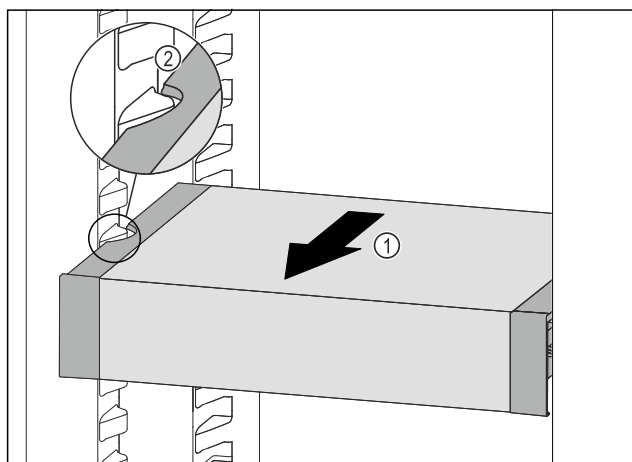

Fig. 111
- Ladicu VarioSafe vucite prema naprijed Fig. 111 (1) sve dok se bočni otvori ladice VarioSafe ne nađu na visini žlijeba spremnika u hladnjaku. Fig. 111 (2)